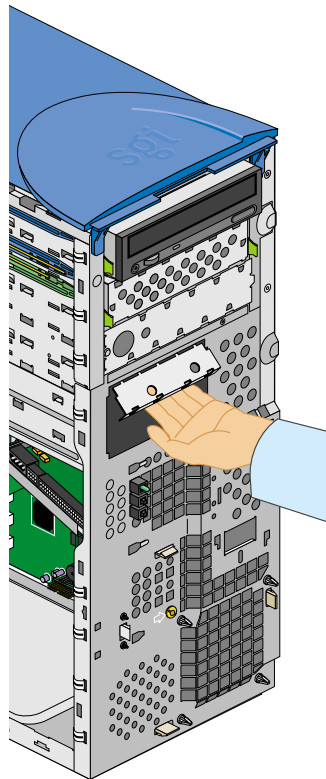

Abbildung 2-7 Abnehmen der Abdeckplatte für das 3,5-Zoll-Laufwerk
- Fassen Sie die Abdeckplatte an der unteren Kante, und ziehen Sie daran. Beim Herausziehen der Abdeckplatte löst sich diese vom Gehäuse. Abbildung 2-7 veranschaulicht das Vorgehen.